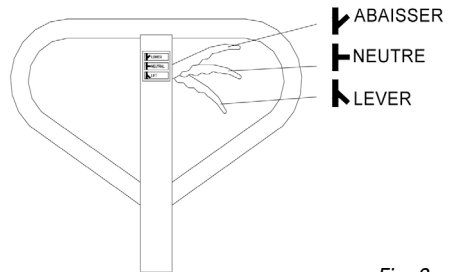

Fig. 3
Sur le tube de poignée (n° 1) de ce transpalette à main se trouve le levier de commande (n° 7) qui présente trois positions de réglage (voir la fig. 3) :
1. Placez le levier de commande (fig. 3) à la position pour abaisser. Si le cadre de la fourche ne descend pas, tournez l'écrou (Fig. 2-3) dans le sens horaire jusqu'à ce que le cadre de la fourche descende.